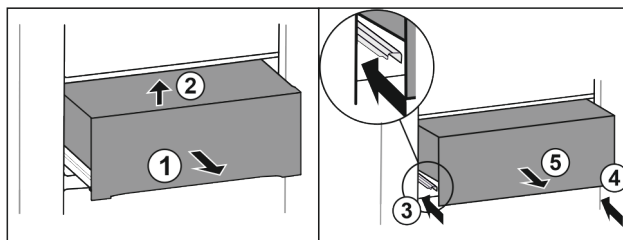

Fig. 22
- ▶ Zásuvku napůl vytáhněte. Fig. 22 (1)
- ▶ Nadzvedněte zásuvku vpředu. Fig. 22 (2)
- ▶ Zasuňte levou kolejničku. Fig. 22 (3)
- ▶ Zasuňte pravou kolejničku. Fig. 22 (4)
- ▶ Vyjměte zásuvku dopředu. Fig. 22 (5)